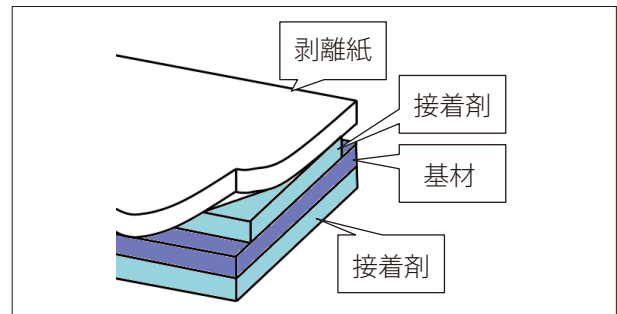
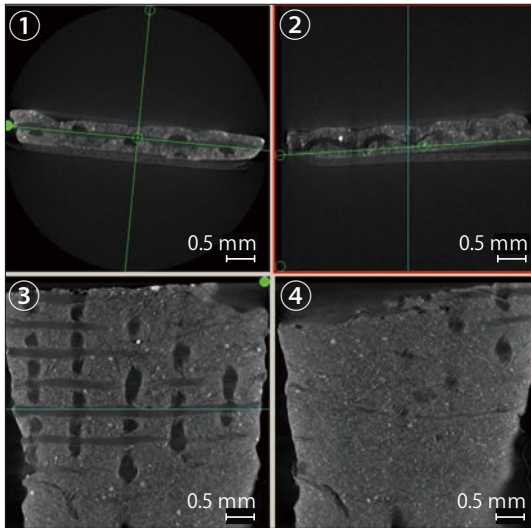
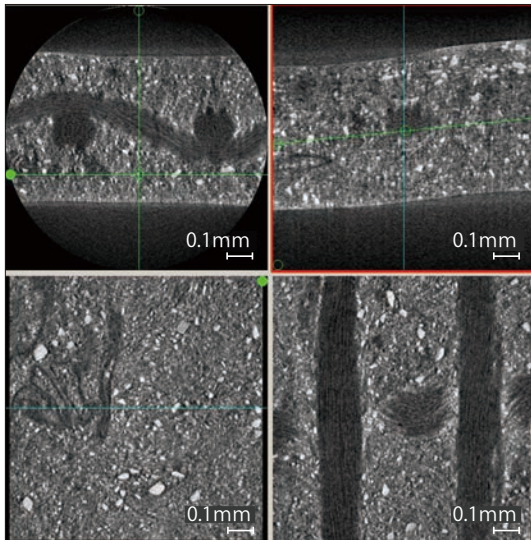
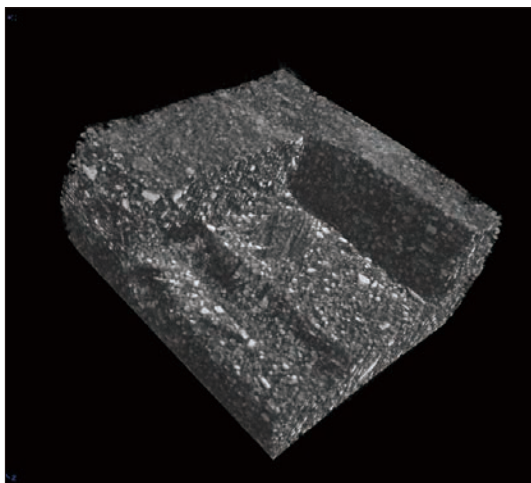

Fig. 2 両面テープ概略図
Fig. 3 両面テープ MPR 画像
Fig. 4 両面テープ (拡大) MPR 画像
Fig. 5 両面テープ 3D 画像
「マイクロフォーカス X 線 CT システム inspeXio SMX-100CT」(Fig. 1) を使用して両面テープを撮像した結果を、Fig. 3, Fig. 4 に示します。両面テープは Fig. 2 に示すような一般的な構造のもので、サンプルの両面テープは、4 mm 幅程に切り出したものを使用しました。
Fig. 3, Fig. 4 は MPR 画像を示しています。MPR 画像は複数枚の CT 画像を仮想空間上に積み上げて、CT 画像①／互いに直交する縦断面画像②、③／縦断面画像に直交する任意断面画像④を四つ並べて表示する表示方法です。Fig. 3 の MPR 画面において、左上の画像がテープの厚み方向の断面を現しています。左上の画像において、中央部に基材（繊維）があり、その基材の周りが見えているのが接着剤（粘着剤）です。また、粘着部の下に見えているのが剥離紙であり、接着剤（粘着材）、基材、剥離紙が積層状態をなしているのがわかります。左下の断面から基材には布状の繊維が使われており、編み込まれている様子が観察できます。右下の画像は右上の画像中の緑色ラインでカットした断面を表示しており、接着剤（粘着材）の断面を示しています。
次に、Fig. 3 の一部をさらに拡大したものを Fig. 4 に示します。基材の繊維や接着剤（粘着材）に含まれる粒子を確認することが可能です。また、拡大撮像したデータを三次元化したものを Fig. 5 に示します。